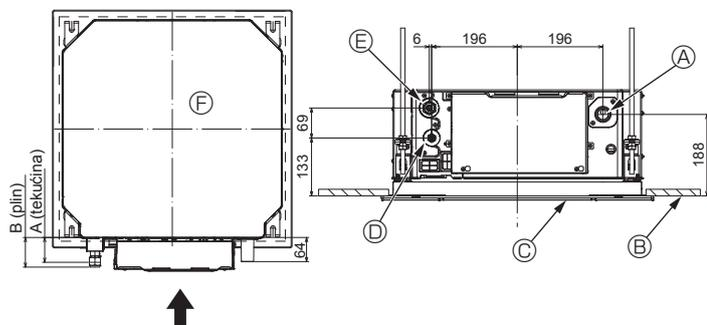

Fig. 5-7
5.4. Mjesta cijevi za rashladno sredstvo i odvod (Fig. 5-7)